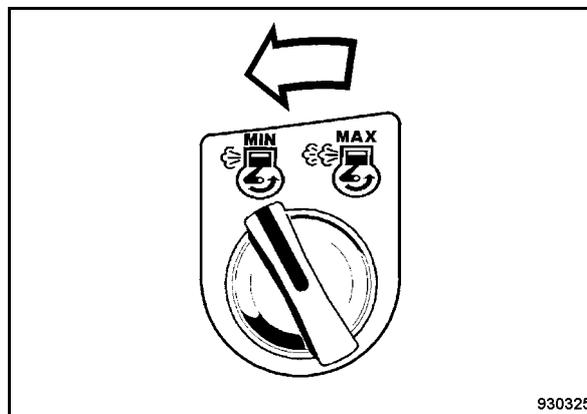

Рис. 63
- Перевести поворотный выключатель частоты вращения двигателя (Рис. 63) влево в положение "MIN" (холостой ход).